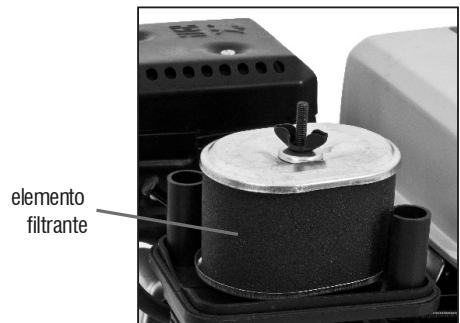

Fig. 32
- Retire o elemento filtrante (Fig. 32). Caso o elemento filtrante esteja sujo, lave-o com água e detergente neutro.